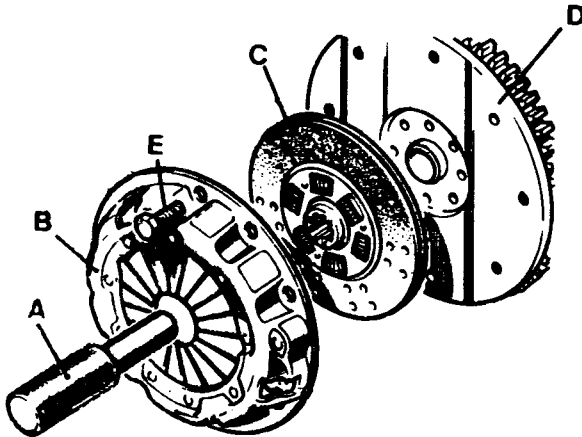

Fig. B2-1 - Embrague desmontado.
- 1.2.- Sin alterar la posición de los pernos (fig. B2-1), que pueden verse a través de las ventanillas existentes en la tapa, se soltarán progresivamente y en sentido diagonal los tornillos de fijación de la tapa, hasta que pueda separarse el conjunto del embrague y, luego, la tapa y plato conductor, con lo que quedará libre el disco conducido.
- 3.1.- Se hará en orden inverso, situando el disco conducido (fig. B2-1), con la cara señalada con la indicación "FLYWHEEL SIDE" (costado del volante) hacia éste; y se fijará con la tapa, después de comprobar la alineación de las marcas de referencia trazadas sobre la tapa y volante, empleando, para facilitar esta operación, el alineador de embrague (605022).